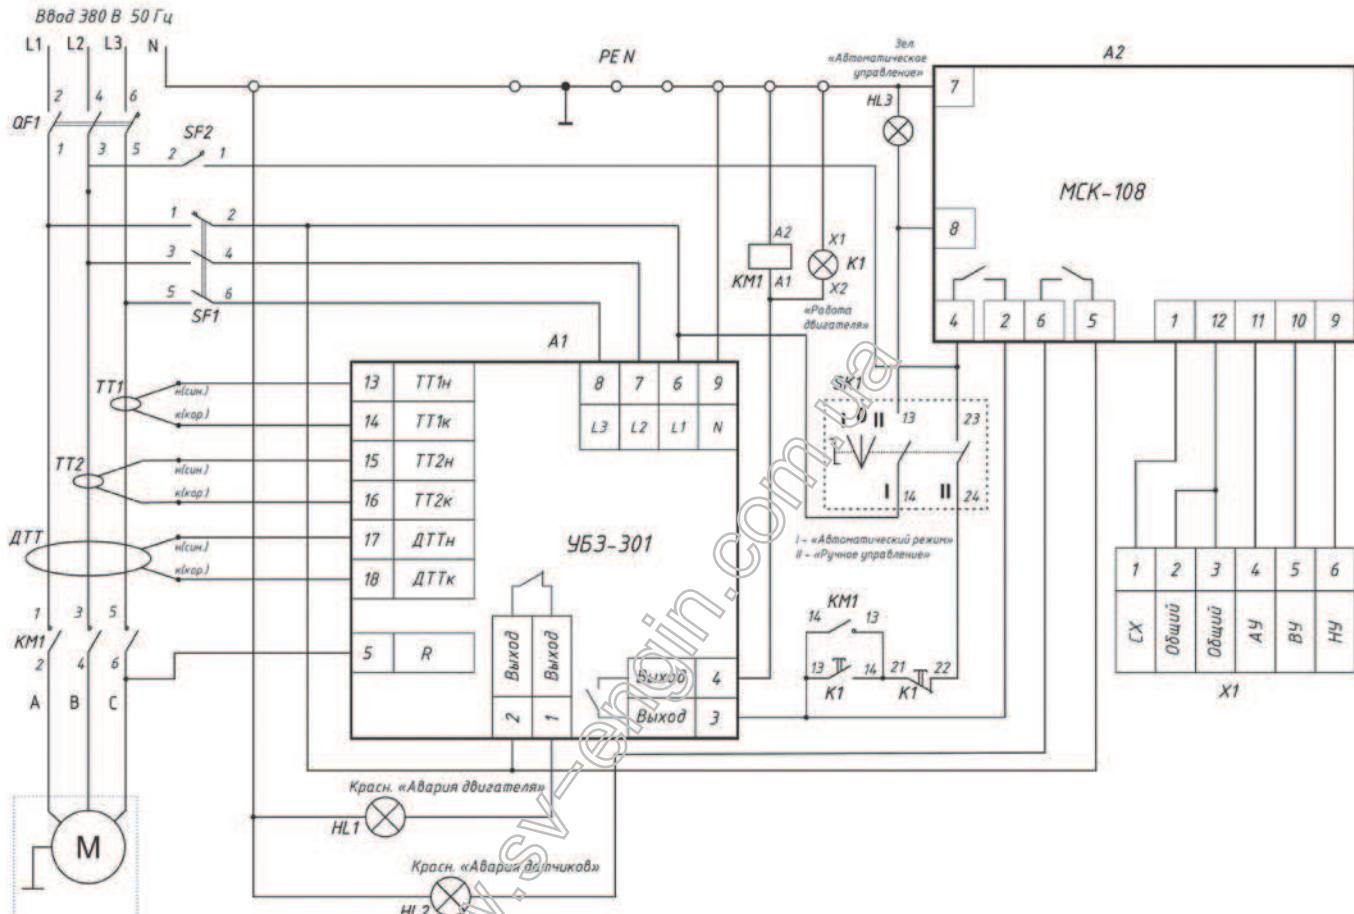

Рисунок 2.
- 4.1.3.8. Подключить датчики к разъёму X1 (рис.2), согласно руководства по эксплуатации управляющего контроллера.
- 4.1.3.9. Подключить линии питания к контактам автоматического выключателя QF1 (рис.2).
- 4.1.3.10. Подключить электродвигатель к контактору KM1 (рис.2).
- 4.1.3.14. Включить двигатель насоса зелёной кнопкой "Ручное управление" и проверить, что он вращается в нужную сторону. Если это не так, то изменить чередование фаз на контакторе KM1, на контактах, к которым подключен двигатель. Для этого необходимо обязательно выключить двигатель красной кнопкой, и обесточить устройство автоматическим выключателем QF1 (рис.2).
Внутри бокса СН-108 расположено три автоматических выключателя (рис.2).